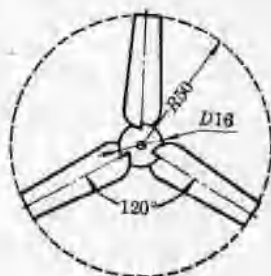

图 4
iii. 把三片叶片, 互相叉开 120° 角, 插在圆片上, 用锡焊牢(图 4);
(2) 在 100×100 (毫米)² 铁皮上, 用铅笔或针尖, 如图 4 画出叶片与圆心片连在一起的扇叶, 依样剪下。在中心钻孔后, 再如前法, 把叶片扭成与转动平面成 30° 角, 然后在电动机轴上包一块橡皮碎片, 把叶片紧套在轴上。